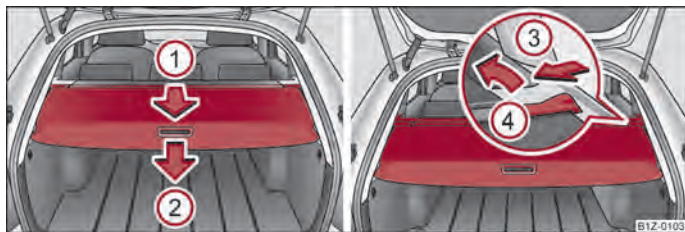

Fig. 60 Coffre à bagages : Cache-bagages enroulable/Extraction du cache-bagages enroulable
- Tirez le cache-bagages enroulable dans le sens de la flèche ① jusqu'à la butée en position de sûreté ⇒ fig. 60
Si vous souhaitez utiliser la totalité du coffre à bagages, vous pouvez enlever le cache-bagages enroulable ⇒ fig. 60.